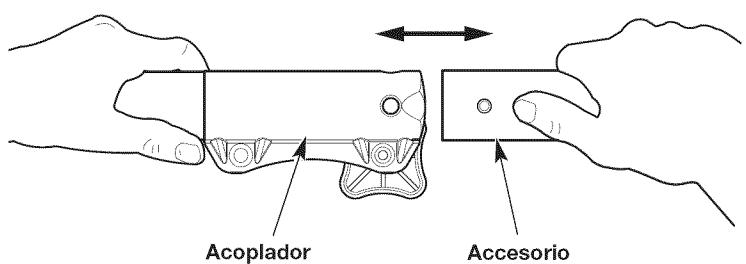
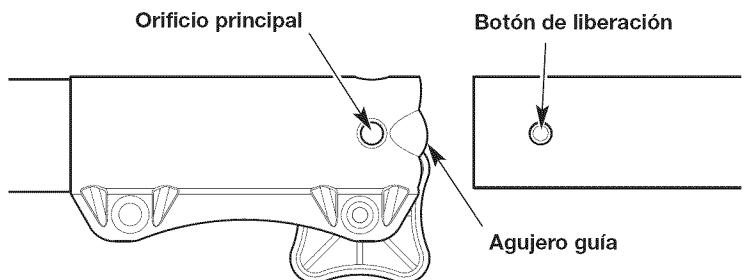

Fig. 5
Fig. 6
4. Alinee el botón de liberación con el embutimiento de la guía (Fig. 6).
5. Presione el accesorio directamente dentro del acoplador (Fig. 5) hasta que el botón de liberación encaje a presión firmemente del orificio principal (Fig. 6).
3. Oprima y mantenga apretado el botón de liberación (Fig. 6).
4. Tire del accesorio directamente hacia fuera del acoplador (Fig. 5).
2. Oprima y mantenga apretado el botón de liberación (Fig. 6).